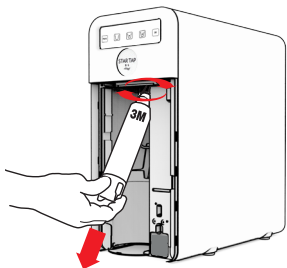

Fig. 3-29
42.4 - Rimuovere il filtro dalla testata, ruotandolo in senso antiorario fino a raggiungere il punto di sblocco. Tirare il filtro verso il basso per estrarlo, nel caso non si dovesse sfilare ripetere l'operazione descritta precedentemente, vedi Fig. 3-29